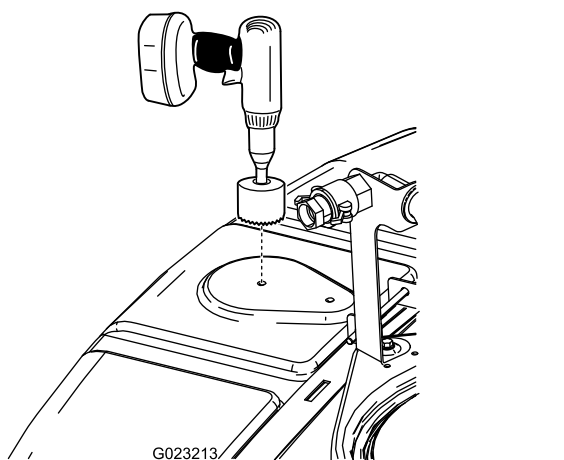

Figure 15
2. Localisez l'emplacement avant sur le haut de la cuve, comme montré à la Figure 15.
3. Utilisez une scie cylindrique de 9 cm pour percer un trou à l'emplacement indiqué par le repère (Figure 15).